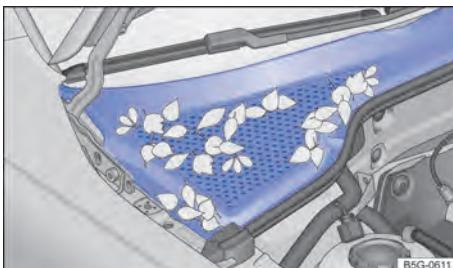

Fig. 199 Entre o compartimento do motor e o para-brisa: caixa de água (representação esquemática).
- A caixa coletora de água está localizada no compartimento do motor, entre o para-brisa e o motor e sob uma cobertura perfurada → **Fig. 199**. O ar ambiente é sugado da caixa coletora de água para o interior do veículo por meio do sistema de aquecimento e ventilação ou do ar-condicionado.